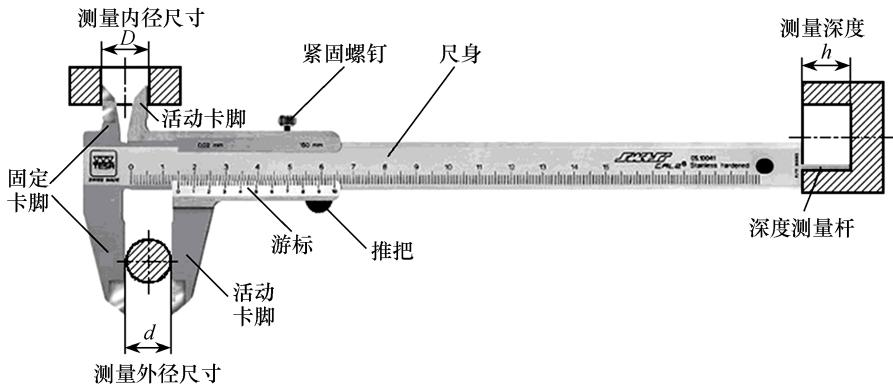

图1-2-1 普通游标卡尺的结构及用途
普通游标卡尺如图1-2-1所示,其主要由两部分组成,即尺身和游标。具体各部分的名称和主要用途是:①尺身:用于读取游标尺刻度线对应的整毫米数;②游标:用于读取对准尺身上某一条刻度线的游标上的刻度数;③紧固螺钉:用于固定游标;④内测量爪:用于测量内径尺寸D;⑤外测量爪:用于测量外径尺寸d;⑥深度测量杆:用于测量深度尺寸h。